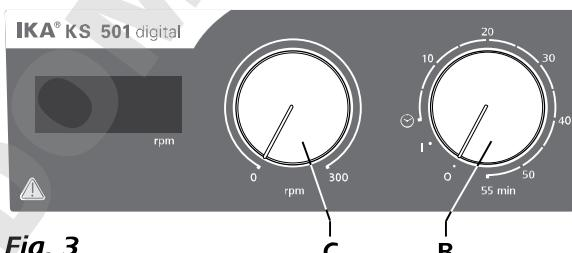

Fig. 3
- ⇒ Om het apparaat in te schakelen draait u de draaiknop „Aan/Uit“ en „Timer“ (**B**, zie Fig. 3) met de klok mee op de stand „1“.
- ⇒ Stel het motortoerental in met de regelknop „Toerental“ (**C**, zie Fig. 3). Het motortoerental kan worden ingesteld op 0 tot 300 rpm.